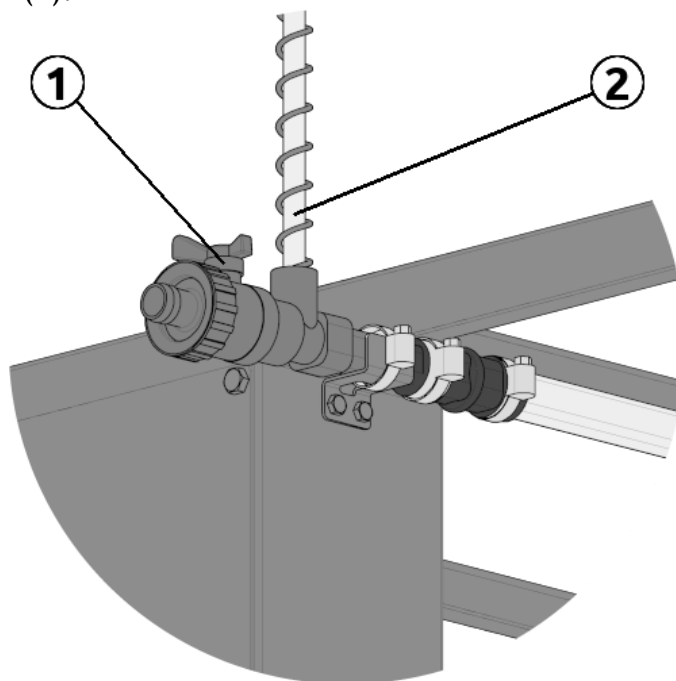

Рисунок 2.7
**Концевой узел слива** воды (рис.2.7) представляет собою пластиковый запорный кран (1), соединенный с линией труб поения, в котором предусмотрено установку шланга визуального контроля (2).